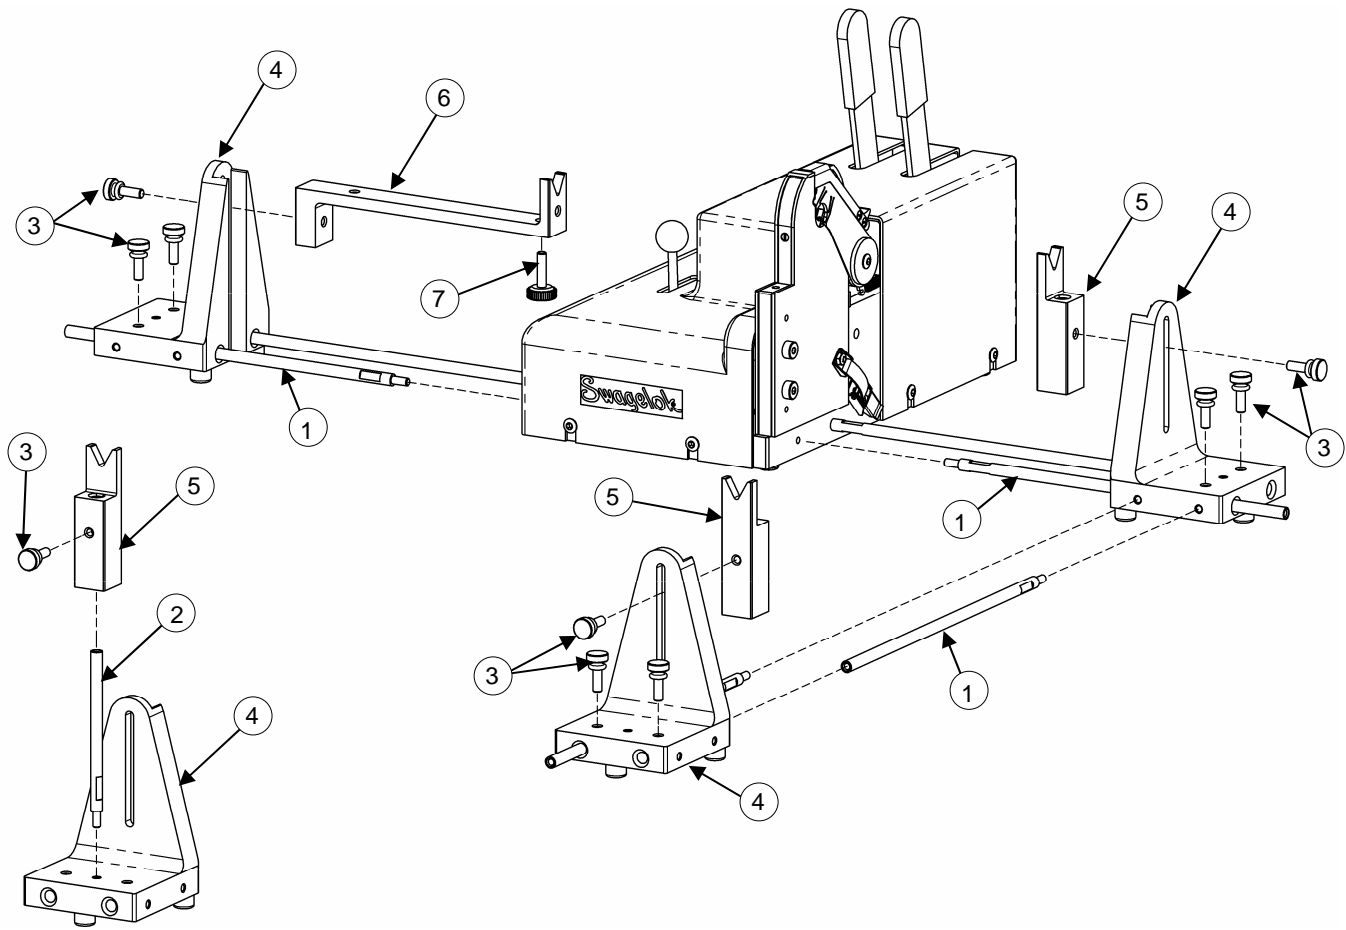

Figure 63 溶接物サポート・システム
1. 8 インチ・サイズの溶接物サポート・レールをウェルド・ヘッド・シリーズ 8HPH のユニットに取り付けます。**Fig.63** をご参照ください。